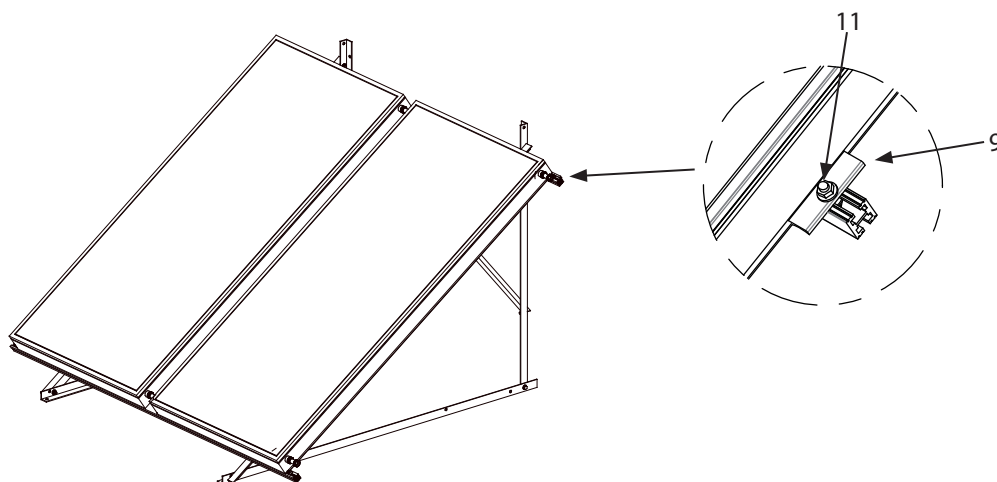

figura 6.15
5. Fijar el panel con los 2 clips (9) y los correspondientes tornillos (10) y tuercas con brida (11) tanto por la parte anterior como posterior (figura de abajo). El kit 2 paneles contiene 4 clips (9) más con sus correspondientes tornillos (10) y tuercas con brida (11), como se indica en la figura 6.15. En este último caso es conveniente realizar las conexiones hidráulicas entre los dos paneles utilizando las piezas de conexión compensadoras antes de fijar los clips (9).